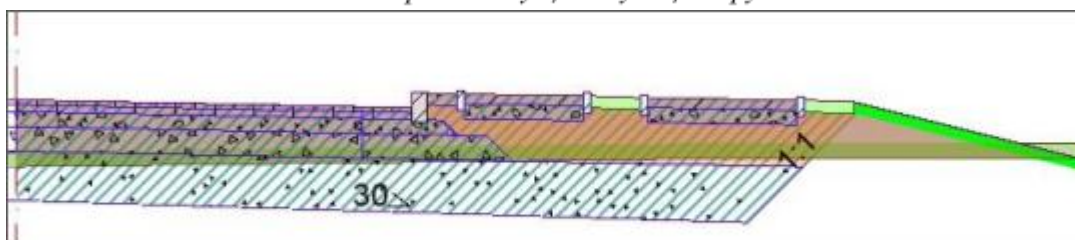

Рис. 8. Корыто в отсыпанном земполотне
2. **В отсыпанном земполотне**, т.е. с предварительной отсыпкой насыпи под проектные отметки (дорога проходит в насыпях) и последующей срезкой под корыто (рис. 8).